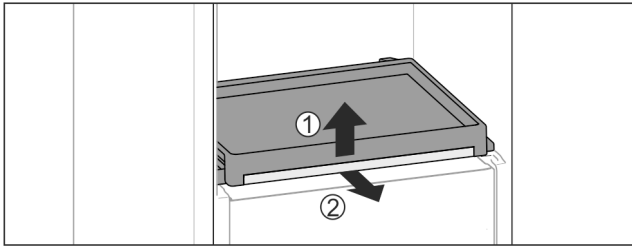

Fig. 35
- Sortir la bordure télescopique avec la tablette : Soulever légèrement la tablette par l'avant Fig. 35 (1) et la sortir vers l'avant Fig. 35 (2).